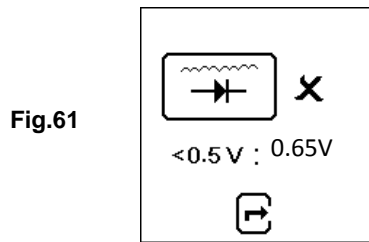

Fig.61
11. Se la tensione di ondulazione è superiore a 0,5V allora verrà visualizzato (Fig.61) come sotto: